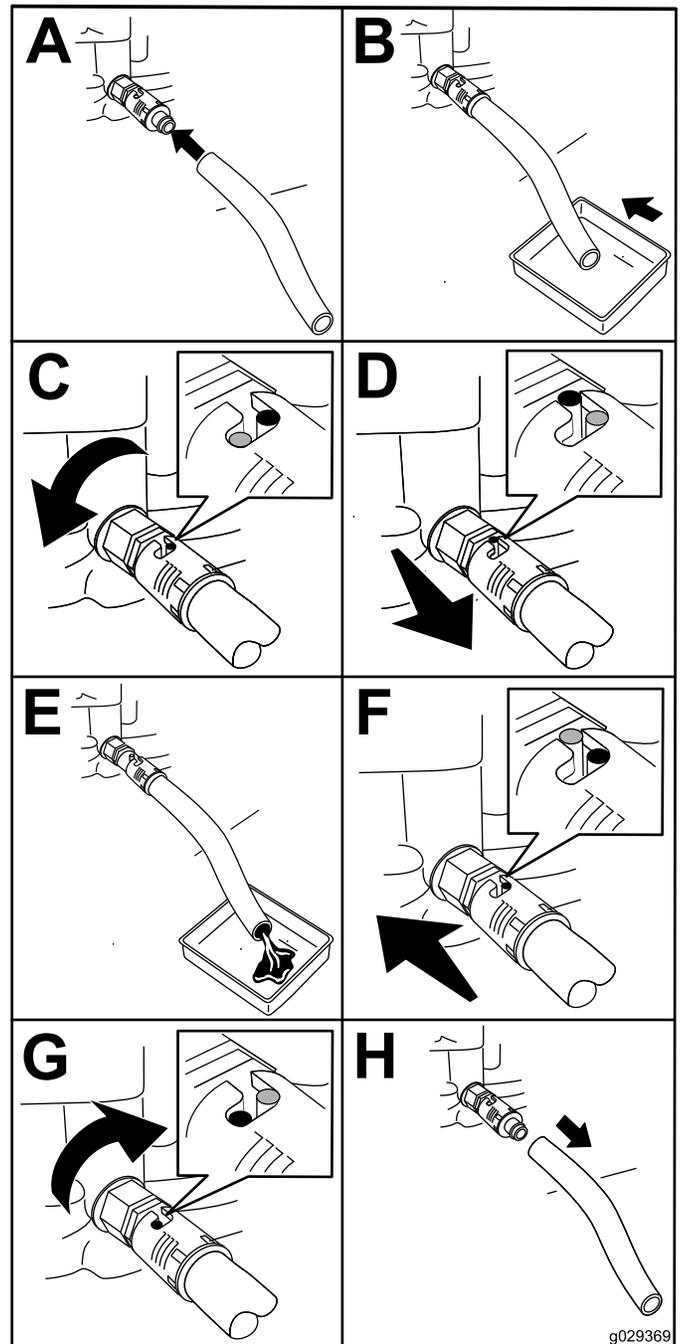

図 30
1. ドレンバルブに、ドレンホースを接続する 図 30。
2. 容量 1 リットル程度の廃油受けの中にホースの端 図 30 を入れる。
3. ドレンバルブを左に 1/4 回転させ、エンジンオイルが完全に抜けるのを待つ 図 30。
4. ドレンバルブを右に 1/4 回転させてバルブを閉じる 図 30。
5. ドレンホース 図 30 を外し、こぼれたオイルをふき取る。